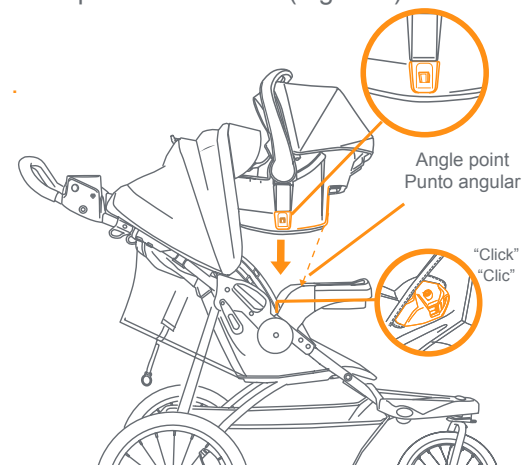

Fig. 14b
• Align the car seat module to the inner frame connectors. Carefully rest the car seats lower rear against the angle point of the tray. Latch the module into the stroller frame. Press down firmly for the click. **ALWAYS** ensure that the car seat is properly connected and locked onto the stroller before each use by lifting up on the car seat handle (Fig. 14b).
• Alinee el módulo de la sillita para el automóvil con los conectores del armazón interno. Apoye con cuidado la parte trasera inferior del asiento del automóvil contra el punto angular de la bandeja. Enganche el módulo en el marco del carrito. Presione firmemente hasta que haga clic. **SIEMPRE** verifique que la sillita para el automóvil esté conectada correctamente y trabada en el carrito antes de cada uso levantándola del manubrio de la sillita para el automóvil (Fig. 14b).